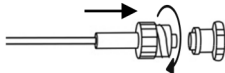

Figura 2
3. Conectați o linie separată de prelevare a gazelor (conector tată tip Luer) la monitorul de gaze respiratorii, așa cum se indică în Figura 2.